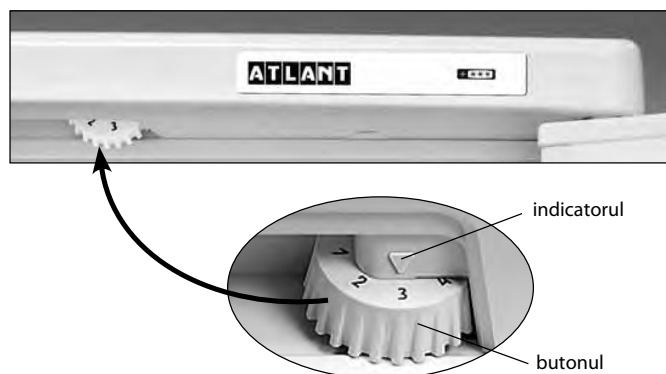

Figura 3 — Reglarea temperaturii
**1.5** Funcția de reglare a temperaturii în frigider, în conformitate cu Figura 3 este controlată cu ajutorul butonului de reglare a temperaturii (în continuare - buton), care se află sub masca frigiderului. Butonul se rotește în sensul acelor de ceasornic sau în sensul contrar al acestora și are diviziuni numerice. Diviziunea "1" corespunde celei mai joase setări de temperatură (răcire minimă) în camera frigorifică, diviziunea "7" - celei mai înalte setări de temperatură (răcire maximă). Pentru a regula temperatura, setați diviziunea butonului sub indicator.
Deschideți ușa CF. La prima conectare este recomandat să instalați sub indicator diviziunea „3” sau „4” a butonului în conformitate cu Figura 3. Închideți ușa CF.